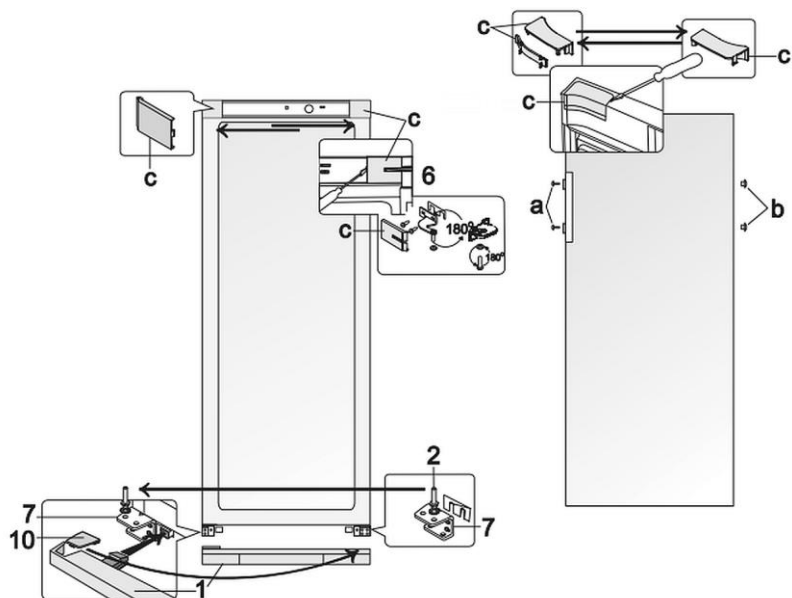

Рис. 8
1. Снять маскировочные планки (с, рис. 8) с корпуса и внутренней стороны двери.
2. Снять верхний кронштейн (6) вместе с шайбами с насаженными шайбами и пластиковой прокладкой под кронштейном.
4. Снять нижнюю маскировочную планку (1).
5. Ослабить опорный штифт (2) с нижнего кронштейна (7).
6. Теперь скрутите его вместе со всеми шайбами на противоположном кронштейне (7), симметрично относительно предыдущего положения.
7. Установить дверцу холодильного шкафа на опорный штифт (2) с кронштейна (7).
8. Повернуть кронштейн (6) вместе с опорным штифтом, насаженными шайбами и пластиковой прокладкой на 180°.
10. Вставить кронштейн (6) в дверцу холодильного шкафа и прикрутить его в отверстия на противоположной стороне холодильного шкафа.